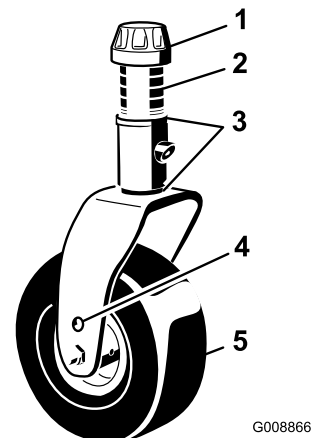

Bild 80
1. Entfernen Sie die Spannkappe von der Spindelwelle und ziehen die Spindel aus dem Laufradarm heraus (Bild 80).